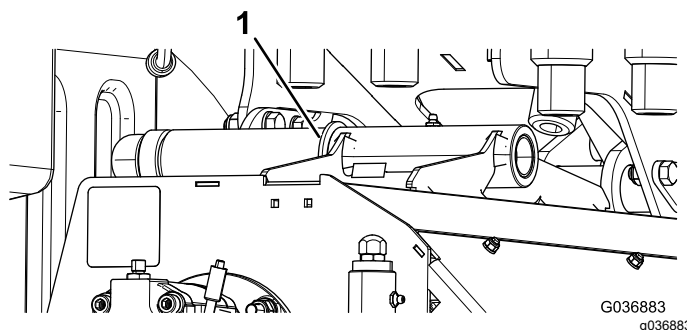

Bild 77
Hinweis: Belassen Sie die Unterlegscheibe auf der mittleren Schneideinheit zwischen dem Arm und dem Gelenkgehäuse, sowie alle anderen Befestigungsteile (**Bild 77**).
- Hinweis:** Bauen Sie die vorhandene Unterlegscheibe auf der mittleren Schneideinheit zwischen dem Arm und dem Gelenkgehäuse ein (**Bild 77**).